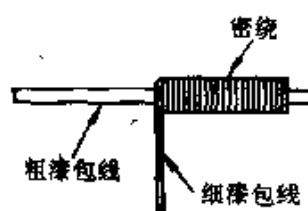

图 3-95
② 将一根细漆包线紧密缠绕到一根较粗的漆包线上,如图 3-95 所示,也可以制成电容器,其容量与缠绕的圈数(即包裹粗漆包线的长度)成正比。此方法可以自制几个皮法至几十皮法的电容器。